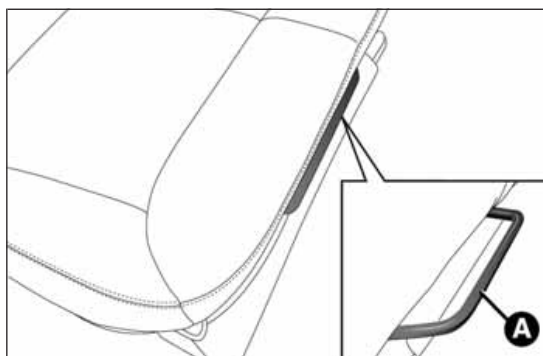

Abb. 86
- Über den Hebel A Abb. 86 den Sitz in der gewünschten Position einstellen;
- Über den Hebel A Abb. 86 den Sitz in die vorderste Position führen, um die max. Tiefe im Kofferraum zu erhalten (hierbei auch die gewünschte Position für die Vordersitze beachten).